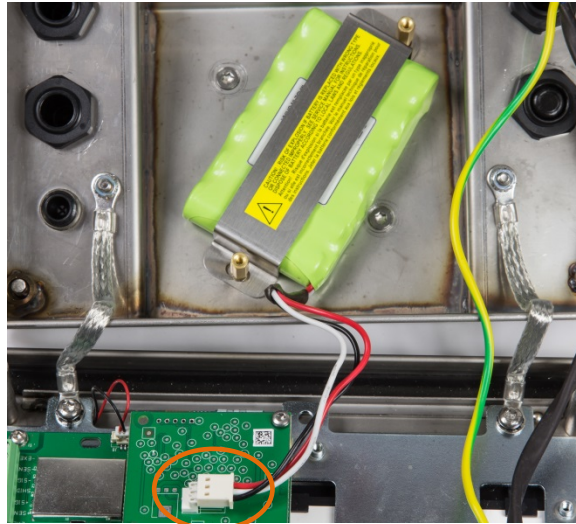

Figura 2-22: Bateria NiMH instalada no IND236
2. Posicione a bateria no compartimento e prenda-a no lugar usando o suporte fornecido e dois afastadores hexagonais como mostrados na Figura 2-22.
3. Conecte o cabo da bateria ao conector na placa de carregamento, como indicado na Figura 2-22